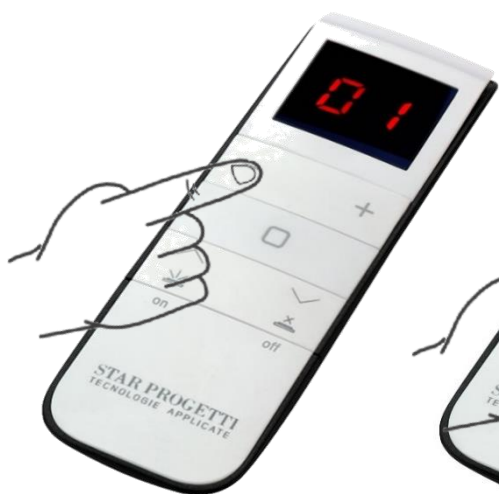

Abb.6
- Wählen Sie innerhalb von 10 Sekunden mit den Tasten „+“ und „-“ den gewünschten Kanal [1-12] für die Zuordnung aus. Beispiel «Kanal 1» (Abb. 6)